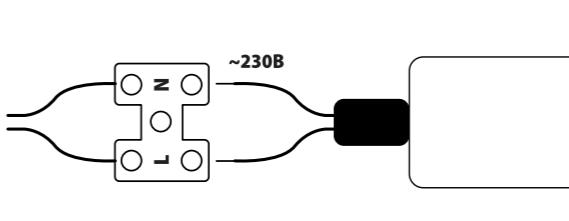

Рис.3
- Подсоедините люстру к сети переменного тока согласно схеме на **Рис.3**. Обратите внимание на маркировку проводов: **N** – ноль, **L** – фаза. Подсоедините питающие (одноцветные) провода к клеммной колодке. Если светильник устанавливается на металлической поверхности, поверхность должна быть заземлена.